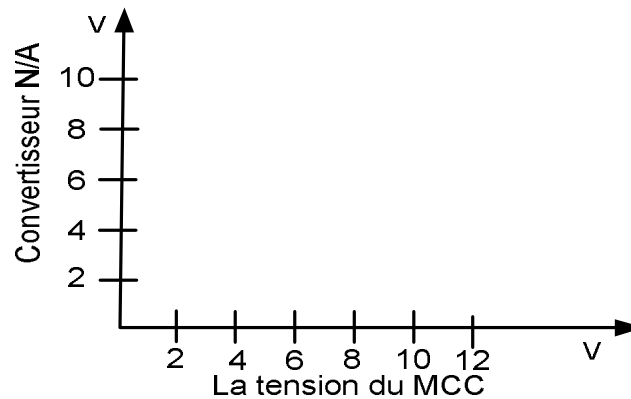

Fig.6.5.
7. Exprimer la relation entre les tensions du moteur et du convertisseur N/A Fig. 6.5, Vérifiez la linéarité expliquer a quelle conditions la non linéarité est apparaître.